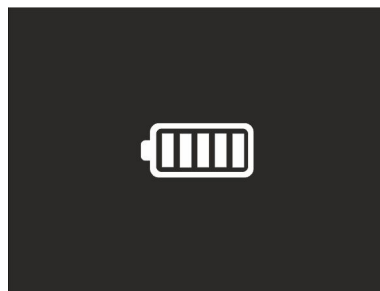

Fig. 56: Indicazione ricarica completa della batteria
3. Con simbolo "🔋" acceso fisso il processo di carica è terminato (vedere Fig. 56)